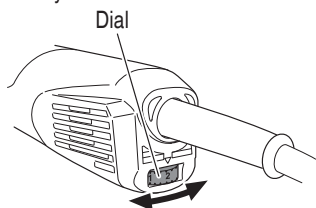

Fig. 5
9. Ajuste de la velocidad de operación (Fig. 5)